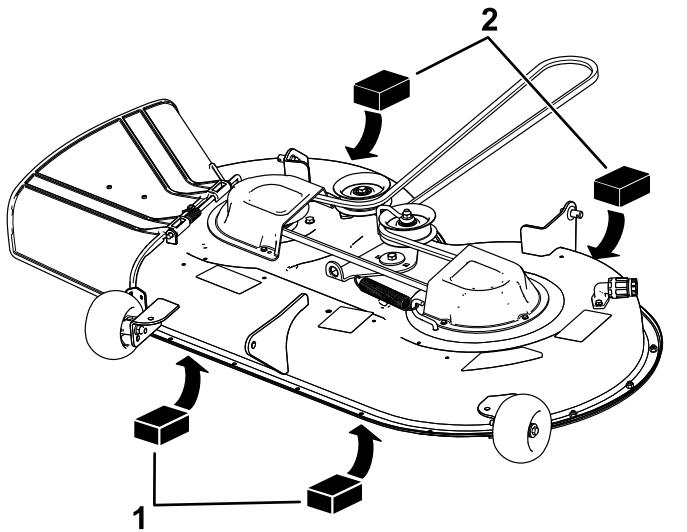

Figura 61
4. Coloque dos bloques de 6.6 cm (2 $\frac{5}{8}$ ") de grosor debajo de cada lado del borde delantero de la carcasa, pero no debajo de los soportes de los rodillos protectores del césped (Figura 61).
5. Coloque dos bloques de 7.3 cm (2 $\frac{7}{8}$) de grosor debajo del borde trasero del faldón de la carcasa de corte, uno en cada lado de la carcasa de corte (Figura 61).